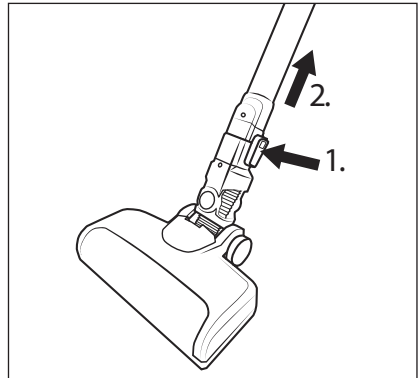

Abb. 12
- ♦ Um die Bodenbürste **22** vom Saugrohr **24** zu entfernen, halten Sie die Bodenbürsten-Entriegelungstaste **23** gedrückt und ziehen Sie das Saugrohr **24** von der Bodenbürste **22** ab (siehe Abb. 12).